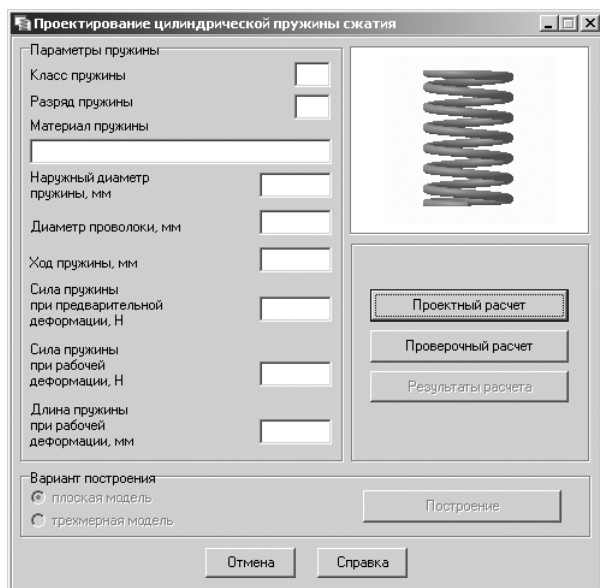

Рис. 4.33. Главное окно системы **Проектирование цилиндрической пружины сжатия**
- щелкните дважды в окне системы управления библиотеками **Менеджера библиотек** (см. рис. 4.5) по подключаемой системе – **Пружина сжатия**. Через некоторое время появится главное окно системы **Проектирование цилиндрической пружины сжатия**, см. рис. 4.33.